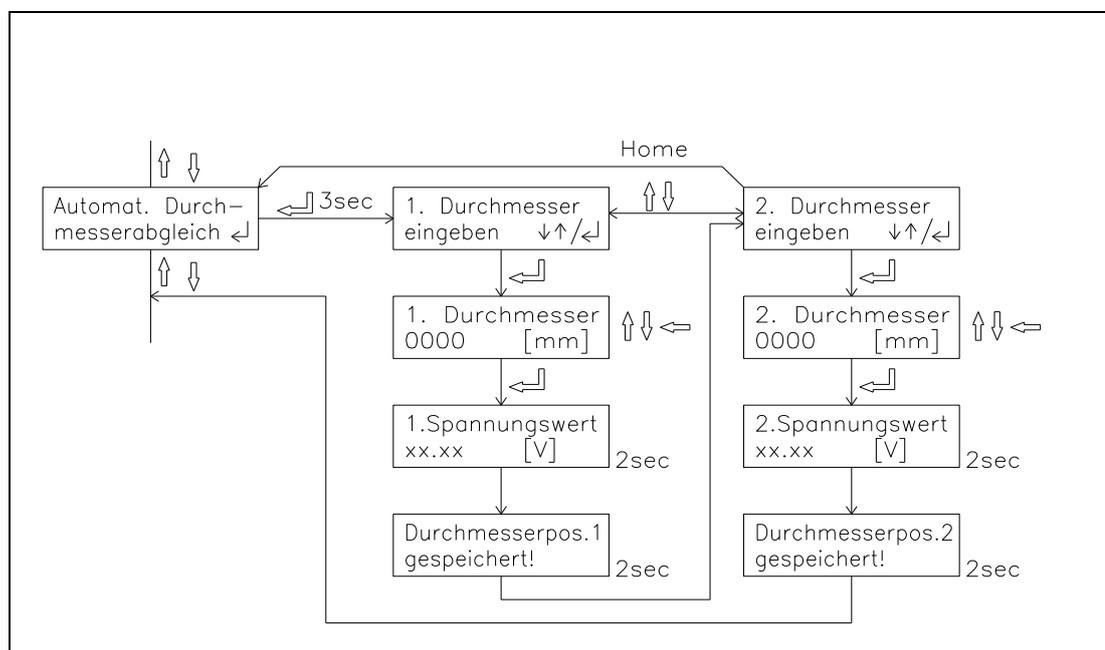

Bild 16: Programmablauf „Automatischer Durchmesserabgleich“
- ◆ Ausführen der Parameterfunktion *Automatischer Durchmesserabgleich* (siehe „11. Parametrierung“ und Bild 16). Unter „1. Durchmesser“ den Wert des aktuellen Wickeldurchmessers eingeben. Nach Bestätigen mit Taste \blacktriangleleft wird der Durchmesser zusammen mit dem zugehörigen Spannungssignal abgespeichert.
- ◆ Ausführen der Parameterfunktion *Automatischer Durchmesserabgleich* (siehe „11. Parametrierung“ und Bild 16). Unter „2. Durchmesser“ den Wert des aktuellen Wickeldurchmessers eingeben. Nach Bestätigen mit Taste \blacktriangleleft wird der Durchmesser zusammen mit dem zugehörigen Spannungssignal abgespeichert.